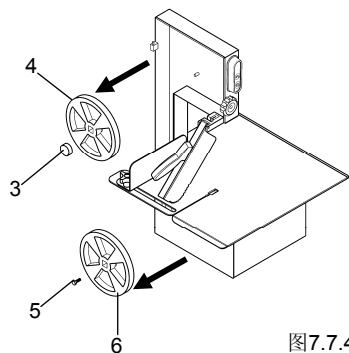

图7.7.4
- 通过按反时针方向旋转旋钮“3”来放松旋钮“3”，拆除将滑轮规定到位置“4”上的垫圈，用双手抓住滑轮并向自己的方向拉，如图7.7.4中所示，并用浸满中性pH 7洗涤剂的海绵来清洁。
- 通过按反时针方向旋转螺丝夹具5来放松螺丝夹具5，用双手抓住滑轮“6”并向自己的方向拉，如图7.7.4中所示，并用浸满中性pH 7洗涤剂的海绵来清洁。